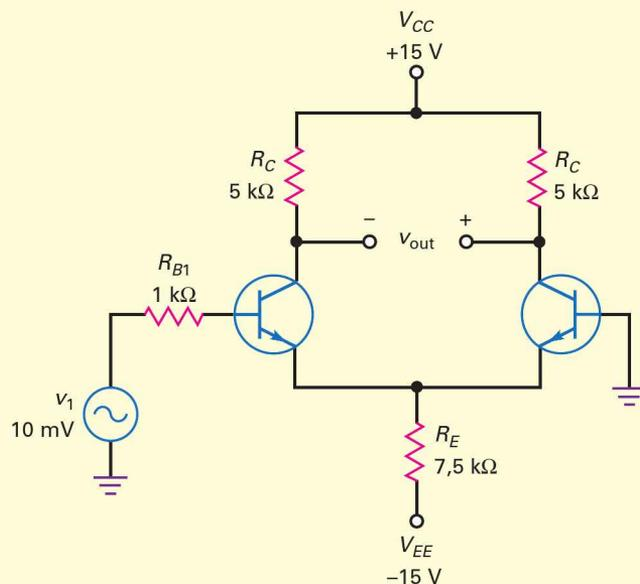

Figure 15.17
L'ampli diff de la figure 15.17 possède $A_v = 200$; $I_{in(pol)} = 3 \mu A$; $I_{in(off)} = 0,5 \mu A$; $V_{in(off)} = 1 mV$. Quelle est la tension d'erreur à la sortie ? Que devient-elle avec deux résistances de base identiques ?
15.8 Avez-vous compris ? Reprendre la figure 15.17. Quelle est la tension d'erreur à la sortie si l'ampli diff a un gain en tension de 150 ?